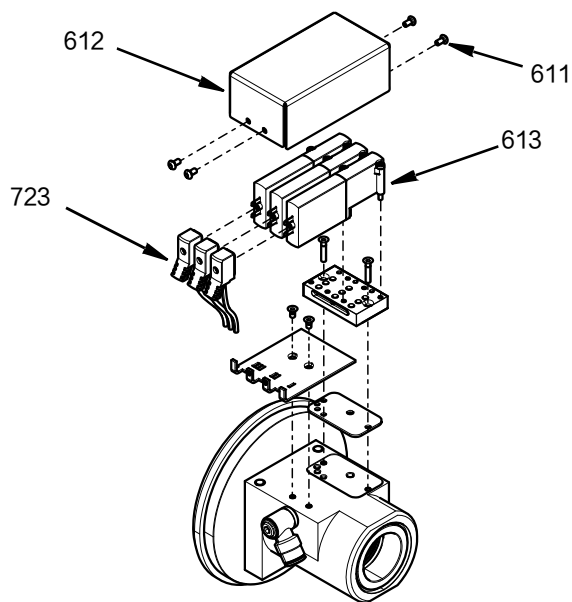

FIG. 20
12. 卸下盖子 (612) 并卸下四个 M3 螺丝 (611), 即可检修电磁阀和歧管。可以拔下电缆连接器 (723), 并可以通过连接的螺丝卸下电磁阀 (613)。参见FIG. 20。